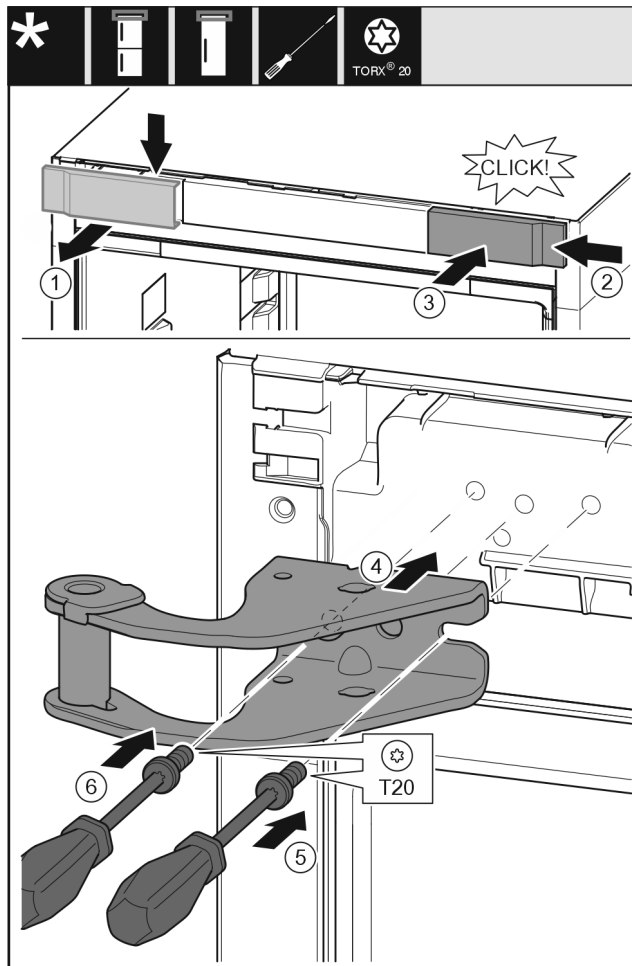

Fig. 13
- Ta av skyddet genom att dra det uppåt och framåt. Fig. 13 (1)
- Vrid skyddet 180° och haka i det på andra sidan från höger. Fig. 13 (2)
- Tryck fast skyddet. Fig. 13 (3)
- Sätt på den övre lagerbocken. Fig. 13 (4)
- Sätt i och dra åt skruven med skruvmejsel T20. Fig. 13 (5)
- Sätt i och dra åt skruven med skruvmejsel T20. Fig. 13 (6)